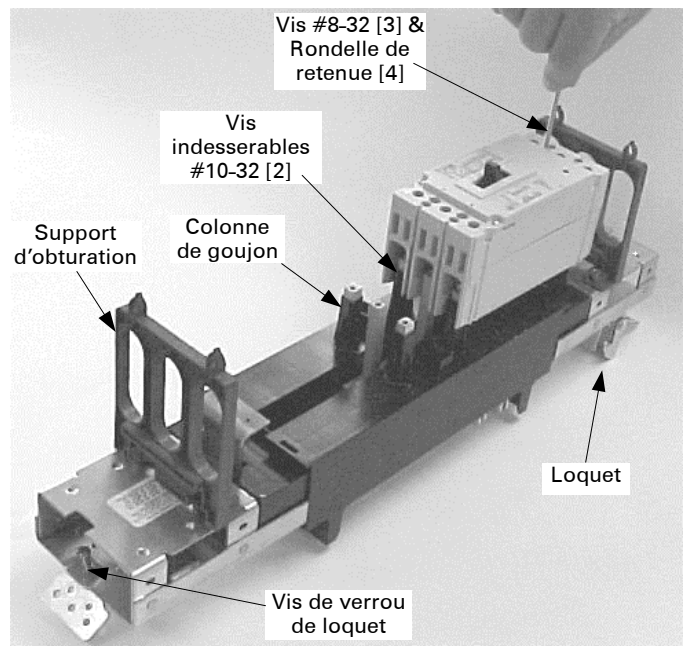

Figure 4. Installation du disjoncteur sur le module.
- 3. Installer le disjoncteur.** Placer le côté ON du disjoncteur par-dessus les colonnes de montage, tel qu'illustré à la Figure 4. Fixer le disjoncteur au module avec des vis indesserables #10-32 [2] sur les colonnes de montage et des vis #8-32 x 3" [3] et des rondelles de retenue [4] à travers les extrémités charge du disjoncteur. Lorsque toutes les vis sont en place, serrer les vis #10-32 à 27–32 lb-po. et les vis #8-32 à 15–20 lb.-po.